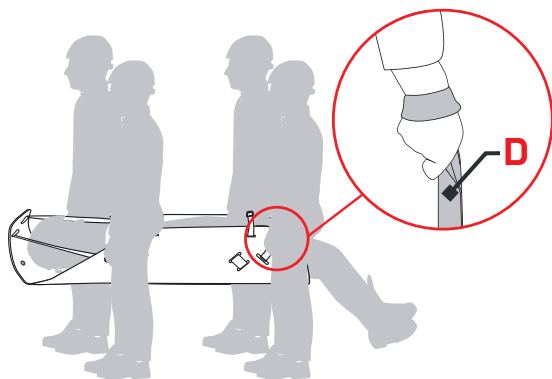
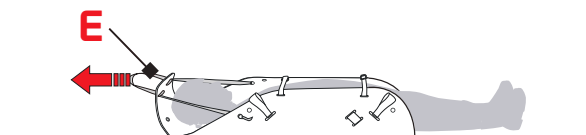
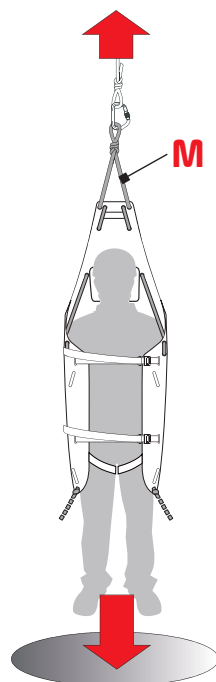

Fig.3
Fig.4
Fig.5
- 1:3 = charge d'utilisation : 150 kg avec levage manuel à l'aide des poignées (D) - (fig. 3),
- 1:3 = charge d'utilisation : 150 kg avec entraînement manuel à l'aide de la sangle (E) - (fig. 4),
- 1:10 = charge d'utilisation : 150 kg avec levage/descente effectués avec des dispositifs de sauvetage à l'aide de la corde (M) - (fig. 5).
La toile de sauvetage "**HALF ROLLY**" permet de soulever et de transporter le patient à l'aide des poignées latérales (fig. 3), de le traîner à l'aide de la sangle (fig. 4) et de le hausser ou de le baisser à la verticale à l'aide de la corde statique (fig. 5).